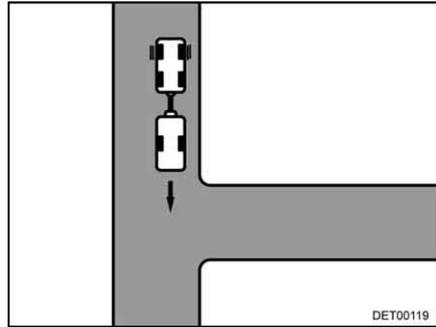

Fig. 14 Svoltare all'incrocio
- Avvicinarsi all'incrocio, fino a che la coda del caravan si trovi all'altezza di questo (Fig. 14).